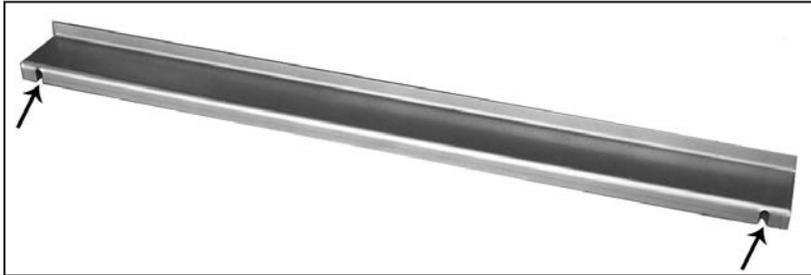

Figure 68: Support de panneau de briques, fentes présentés
1. Retirez les deux (2) vis de l'arrière de la chicane, utiliser un ¼ "prise ou d'un tournevis à tête plate. Placez le support de briques fourni (Figure 68) à l'arrière de la chicane avec les fentes sur les trous de vis (voir Figure 69). Insérez deux (2) des vis prévues dans les deux (2) trous le long du bas de la chicane.